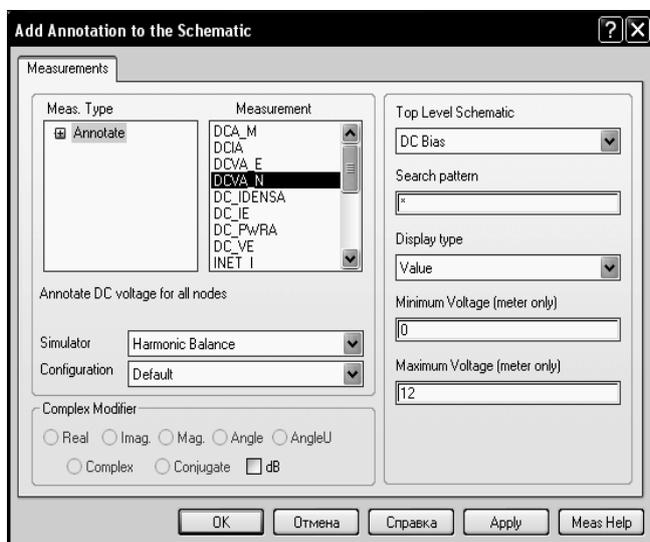

Рис. 3.8
2. Щёлкните правой кнопкой мышки по имени схемы **DC Bias** в левом окне просмотра проекта и выберите **Add Annotation**. Откроется окно рис. 3.8. В области **Measurement** этого окна отметьте напряжение постоянного тока **DCVA_N** и нажмите **Apply**.